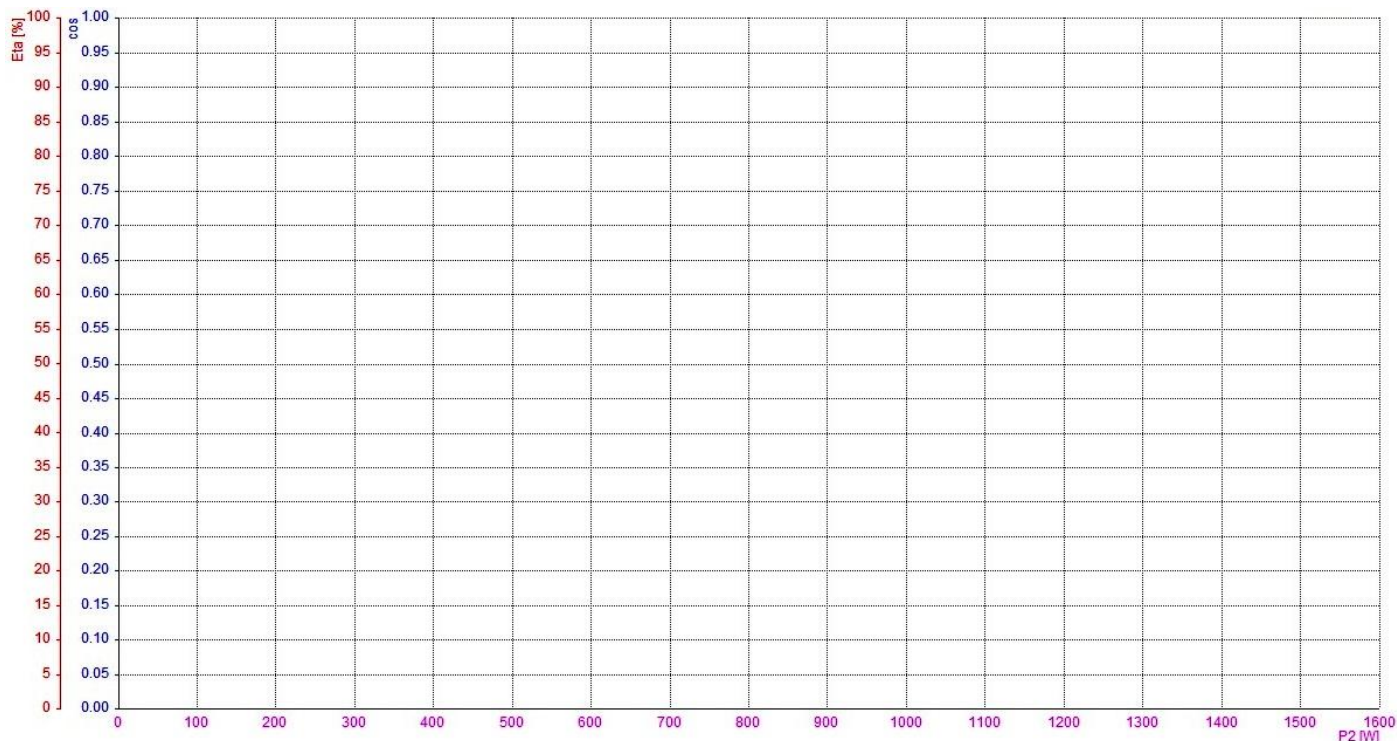

Рис. 4. Рабочие характеристики двигателя.
3. Используя текстовые файлы папки «Отчет» постройте на рис. 4 зависимости  $\eta(P_2)$  и  $\cos\varphi(P_2)$ . Отметьте на графиках: номинальную мощность  $P_{2H}$ , номинальный КПД  $\eta_H$  и  $\cos\varphi_H$ .